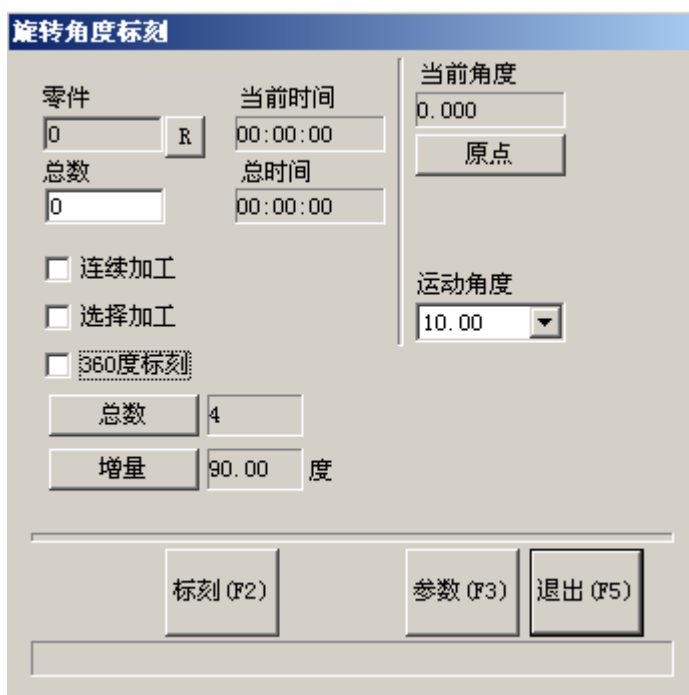

图 8-6 旋转角度标刻界面
在“旋转角度标刻 2”中增加了“360 度标刻”选项，其它参数调节与“旋转角度标刻”相同。如图 8-6 所示
2. 打开“激光”—“旋转角度标刻 2”，弹出图 8-6 所示对话框。